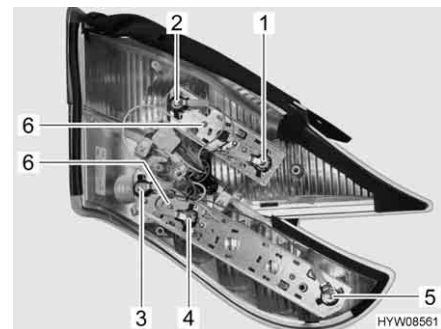

Fig. 205 Luci posteriori (lato posteriore)
- Svitare le due viti Torx (Fig. 205,6) del listello di supporto interessato sul lato posteriore dell'alloggiamento.